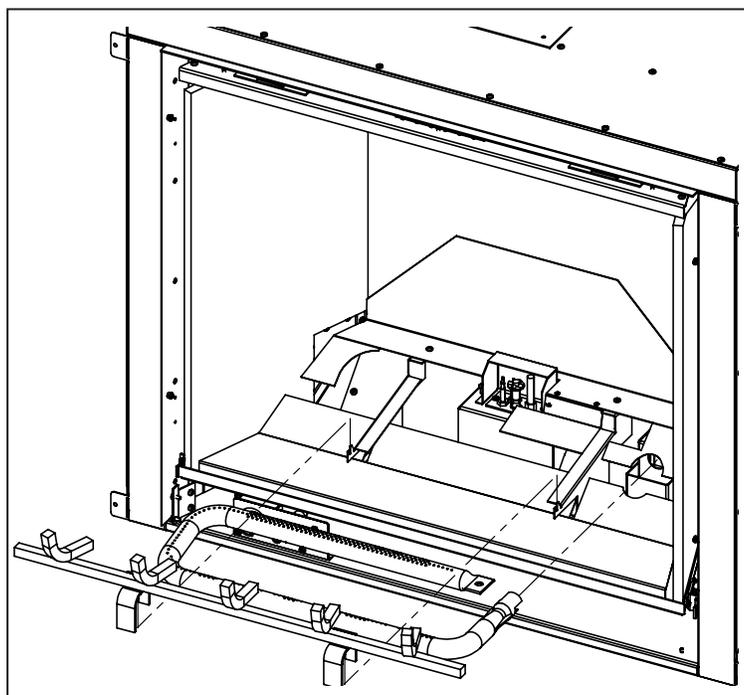

Figure 11. Enlever le brûleur
Étape 2 : Retirez la vanne de déflexion d'air supérieure en dévissant les (2) boulons T-20. Retirez la vanne de déflexion d'air inférieure.
Étape 3 : Retirez les supports du brûleur de gauche et de droite en dévissant les (4) boulons T-20.
Étape 4 : Dévissez les (16) boulons T-20 qui retiennent la porte d'accès, comme illustré dans la figure 11.